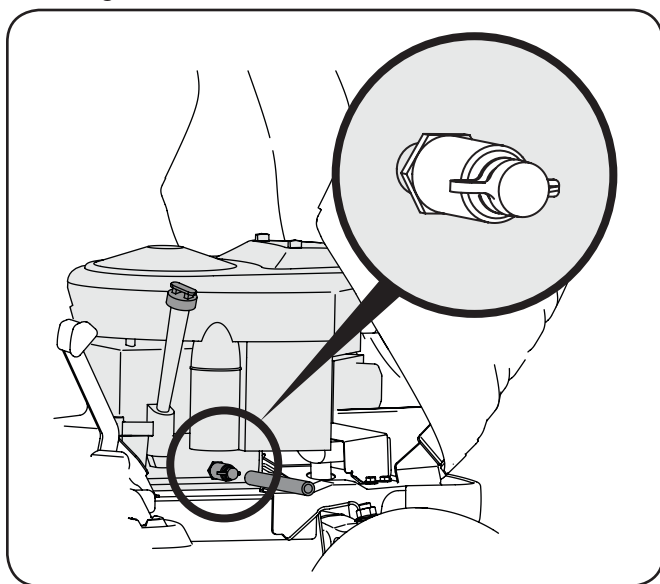

Figura 6-1
3. Pop abrir la tapa protectora en el extremo de la válvula de drenaje de aceite para exponer el puerto de drenaje. Véase la figura 6-1.
6. Apriete las pestañas de la válvula de drenaje de aceite, a continuación, tire hacia afuera para comenzar el drenaje de aceite. Véase la figura 6-1.